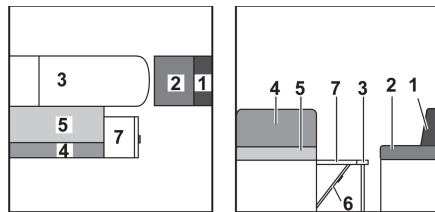

Fig. 146 Pendant la transformation
- Rabattre la rallonge de la banquette (Fig. 146,7) vers le haut et enclencher avec le rabat.
- Enlever le coussin de dossier du siège longitudinal (Fig. 146,1) et le placer de côté.
- Tirer le coussin d'assise du siège longitudinal (Fig. 146,2) vers l'avant jusqu'à la table.
- Tirer le coussin d'assise de la banquette (Fig. 146,5) vers l'avant, sur la table.
- Rabattre le coussin de dossier de la banquette (Fig. 146,4) et le tirer sur la rallonge de la banquette.
- Placer le coussin supplémentaire (Fig. 146,9) entre le coussin d'assise et le coussin de dossier.
- Placer les coussins supplémentaires (Fig. 146,10, 11 et 12) entre la cloison latérale et les coussins disposés sur la table et le plateau d'assise.